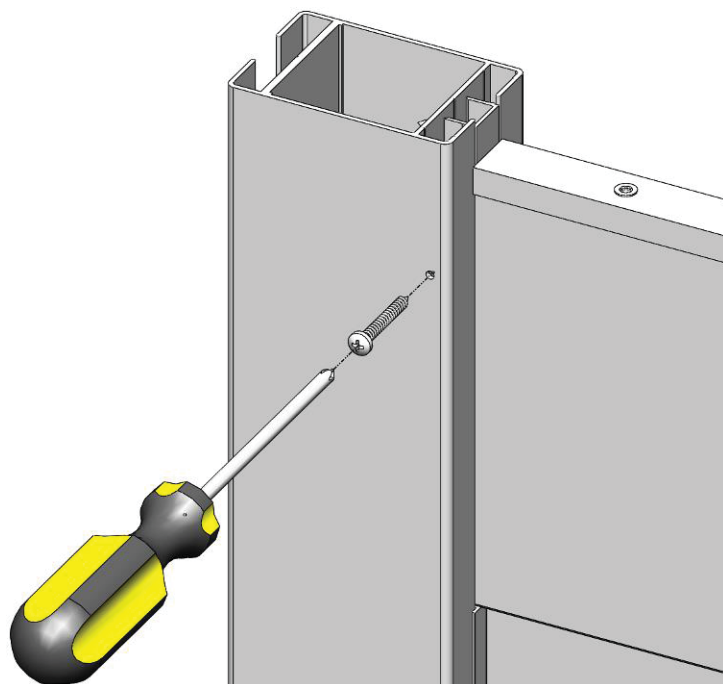

Figure 19
- Visser les x2 vis tête cylindrique bombée de 4.2x32 dans les poteaux (figure 19).